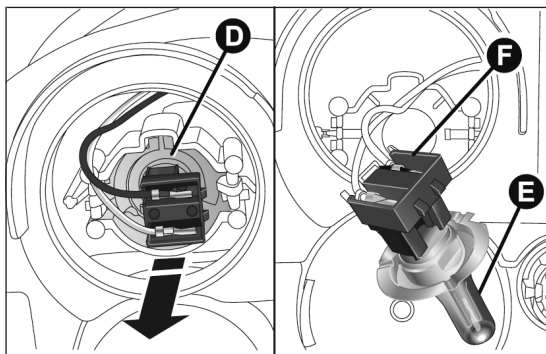

fig. 176
- retirer le groupe connecteur + douille D fig. 176 en le désolidarisant vers l'extérieur ;